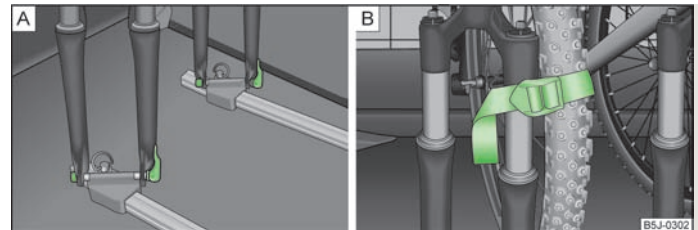

Abb. 56 Fahrrad einsetzen / Befestigungsbeispiel des Vorderrads
- › Die Fahrradgabel auf die Befestigungsachse aufsetzen und mit dem Schnellspanner festziehen » Abb. 56 - **A**.
- › Das abgebaute Vorderrad am besten zwischen der Kurbel des linken Pedals und dem Fahrradrahmen verstauen und mit einem Gurt an der Vorgabel » Abb. 56 - **B** bzw. an einem der Befestigungselemente befestigen.